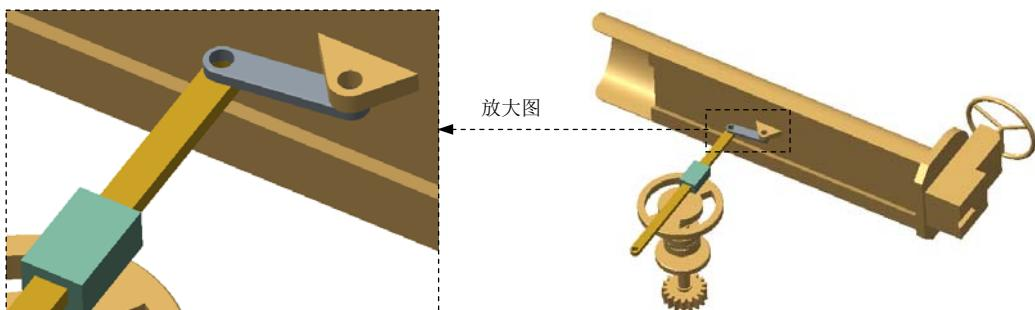

图 9.6.51 完成连接的创建
(3) 单击操控板中的 **√** 按钮，完成连接的创建，如图 9.6.51 所示。